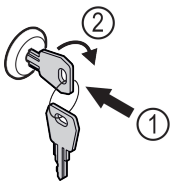

Fig. 192
- ▶ Insérer la clé Fig. 192 (1).
- ▶ Tourner la clé à 90° dans le sens horaire Fig. 192 (2).